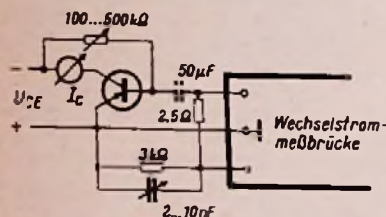
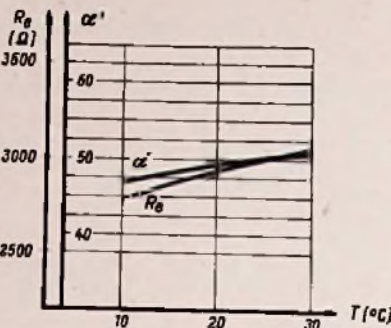

Bild 5. Messung des Eingangswiderstandes mit der Wechselstrommeßbrücke
Bild 6. Änderung der Stromverstärkung und des Eingangswiderstandes mit der Temperatur
Um die Abhängigkeit der wichtigsten Parameter zu ermitteln, wurden α' und R_e nach Bild 3 und Bild 5 gemessen. Die Brückenspeisespannung der Wechselstrommeßbrücke in Bild 5 wurde durch Belastung mit 2,5 Ω auf 10 mV herabgesetzt, um eine Übersteuerung des Transistors zu verhindern. Der Transistor wurde bei diesen Messungen in einem Gefäß mit destilliertem Wasser untergebracht. So war es möglich, die Temperatur genau zu messen und konstant zu halten. Durch Mischen mit kälterem oder wärmerem Wasser läßt sich jede gewünschte Temperatur im interessierenden Bereich einstellen. Bild 6 zeigt das Ergebnis: Beide Parameter werden mit der Temperatur größer. Da aber α' stärker zunimmt als R_e , steigt auch die Stufenverstärkung
1) Die Nullpunkte der beiden Kurven in Bild 6 liegen verschieden hoch, dadurch verläuft im Bild die Kurve für α' flacher!